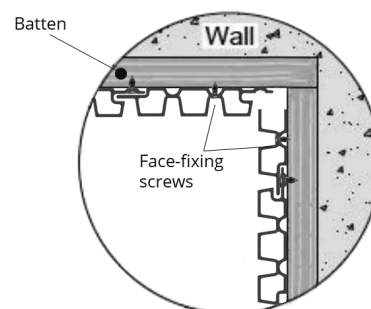

FIG. 12 – DÉCOUPEZ APRÈS LE
- 05 S'il reste moins d'une lame entière, découpez la lame en tout point après le premier interstice entre lames (du côté languette) afin de laisser la place pour insérer la vis (fig. 12).